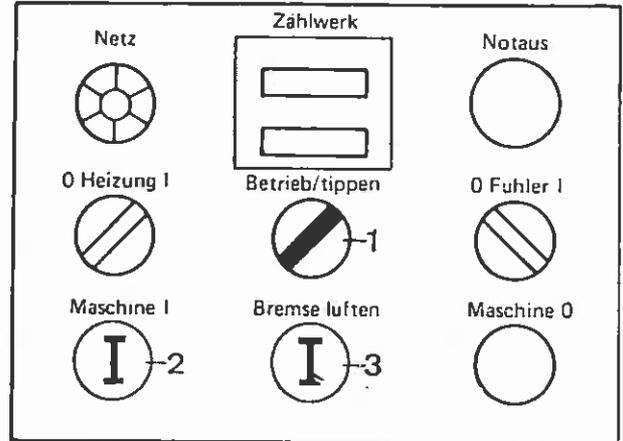

Bild 96
11. Wahlschalter „Betrieb/tippen“ (Bild 96/1) auf „tippen“ schalten, Bremse am Taster (Bild 96/3) lüften und Maschine durch Betätigung des Tasters „Maschine I“ durchtippen, bis das Schneidmesser zum ersten Mal ein Stück Einwickler abschneidet.
13. Durch Betätigung des Tasters (Bild 96/2) Maschine so lange durchtippen, bis sich eine Hülle unter dem Mundstück der Abfüllstation befindet.